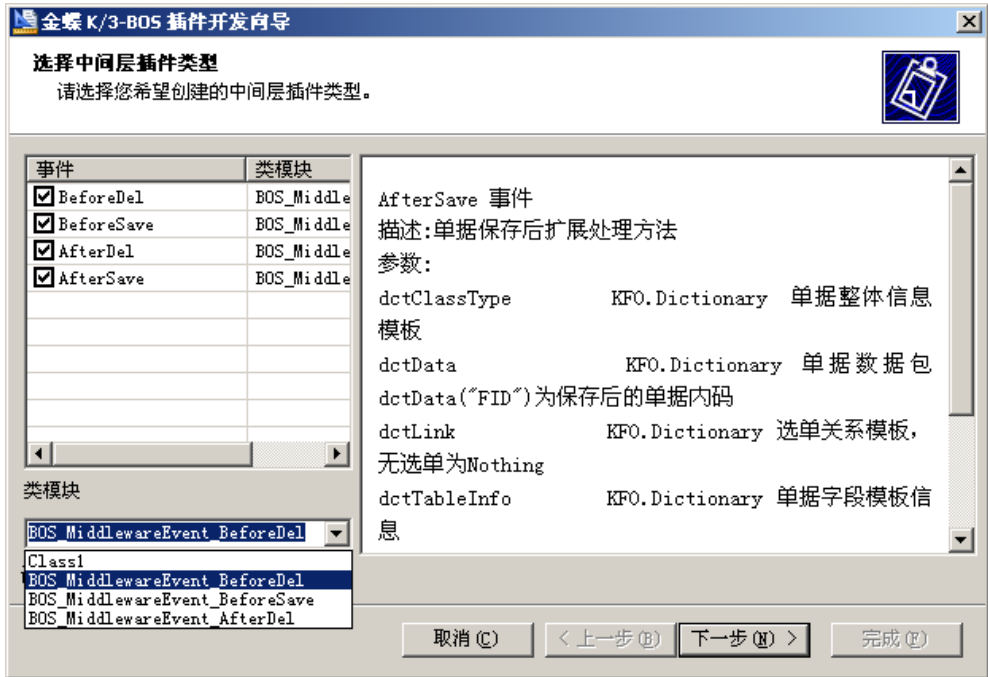
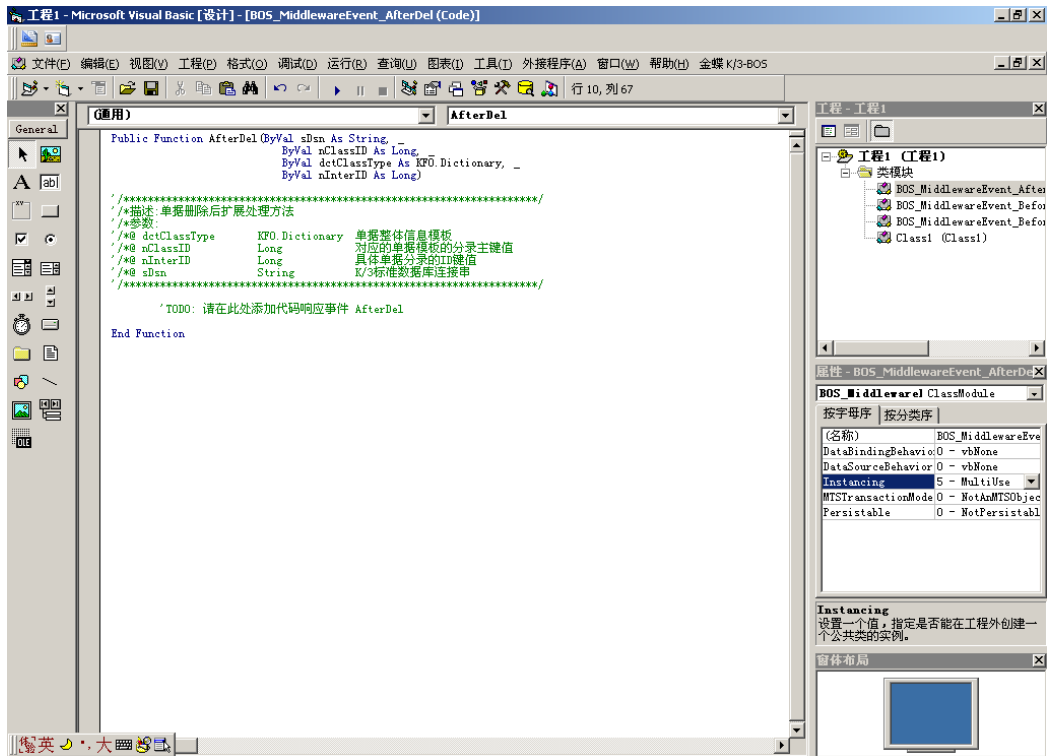

图 11-11
图 11-12
4. 如果开发中间层插件则选中要触发的中间层时间，如图 11-11。左侧窗口是选择可以触发的中间层事件，右侧窗口内部显示选中事件的说明以及传入的参数。在下拉框中可以选择每个事件所在的类模块。点击确定后 Visual Basic 6.0 将自动生成相应的类模块以及代码 如图 11-12 （注：如果需要修改类模块的名称则在下拉框中直接修改即可）